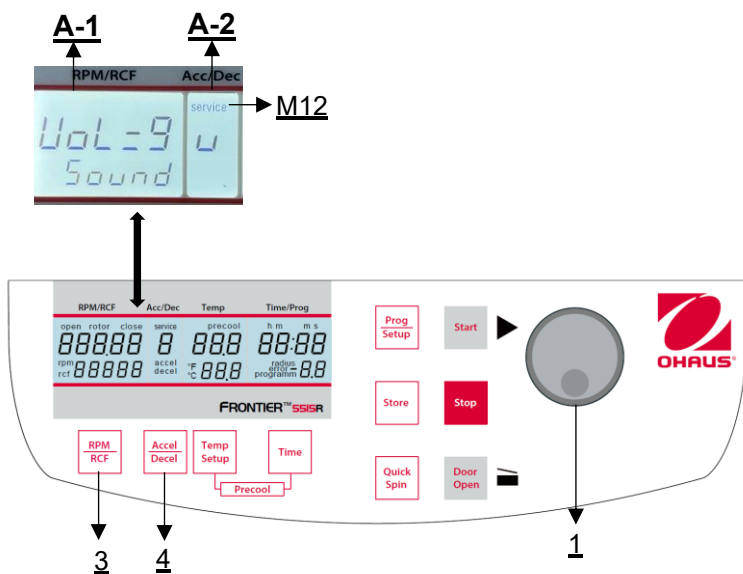

Figure 32
Procéder comme décrit au point 4.1.1 pour entrer dans ce mode de programmation et appuyer ensuite sur la touche **"Accel/Decel"** (4). Sur l'écran **"Acc/Déc"** (A-2), le mot **"Service"** (M12) clignote. Sélectionnez maintenant la lettre **"U"** à l'aide du bouton de réglage (1). Les mots "Vol=9/Sound" apparaissent alors sur l'écran **"RPM | RCF"** (A-1). Après avoir appuyé sur la touche **"RPM | RCF"** (3), vous pouvez régler le volume souhaité entre 0 (faible) et 9 (fort) à l'aide du bouton de réglage (1) (voir figure 32).